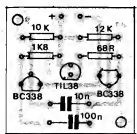
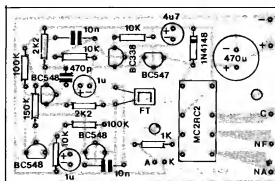

Fig.7
Fig.8
- FIG. 7 / FIG. 8 - CHAPEADOS DA MONTAGEM - Respectivamente referentes aos BIVEP-E e ao BIVEP-R, as faces não cobreadas das duas placas são vistas, já com todas as peças colocadas... Como sempre acontece nas montagens de APE, os componentes estão totalmente identificados (e não com aqueles códigos tipo "R1, C2, TR3, etc.", que obrigam a uma constante consulta ao esquema e à LISTA DE PEÇAS e aumentam a possibilidade de erros, trocas ou inversões...) e assim torna-se, tudo, uma mera questão de... ATENÇÃO! De qualquer forma, um cuidado especial deverá ser direcionado para a inserção dos componentes polari-